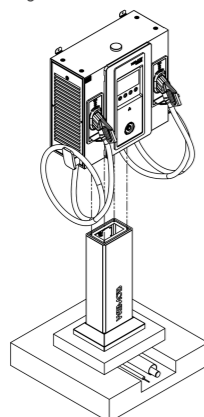

Figura 4.10: Exemplo fixação da estação WEMOB-STATION (60/80 kW) no totem
Finalizada a fixação do Totem à base de concreto, deve-se realizar a fixação da estação de recarga. A mesma deve ser feita através dos quatro (4) pontos nela existentes, utilizando quatro (4) parafusos sextavados M6, torque de aperto recomendado é de 10 Nm, de modo a garantir uma fixação segura para a estação de recarga e para o operador, conforme a Figura 4.10